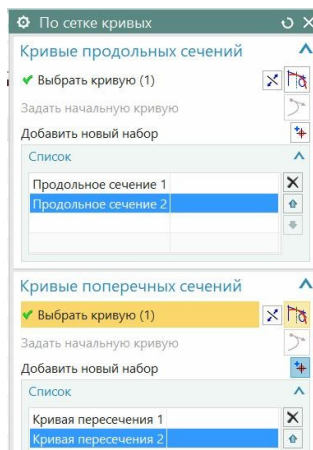

рис.60
- Вызываем нашу команду, и в верхней части диалогового окна указываем две продольных, и две поперечных границы будущей заплатки - ребра отверстия (рис.60, 61).